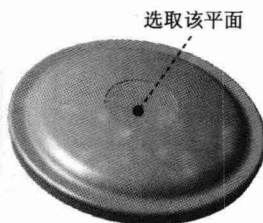
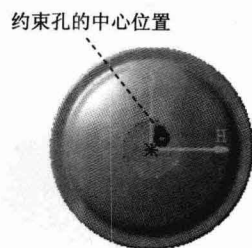

图 1.15 定义放置面
图 1.16 截面草图
**Hole...** 命令；选取图 1.15 所示的面为孔的放置面，约束孔的中心位置如图 1.16 所示；在 **扩展** 选项卡中选取 **直到下一个** 选项，在 **直径:** 文本框中输入值 20；单击 **确定** 按钮，完成孔 1 的创建。